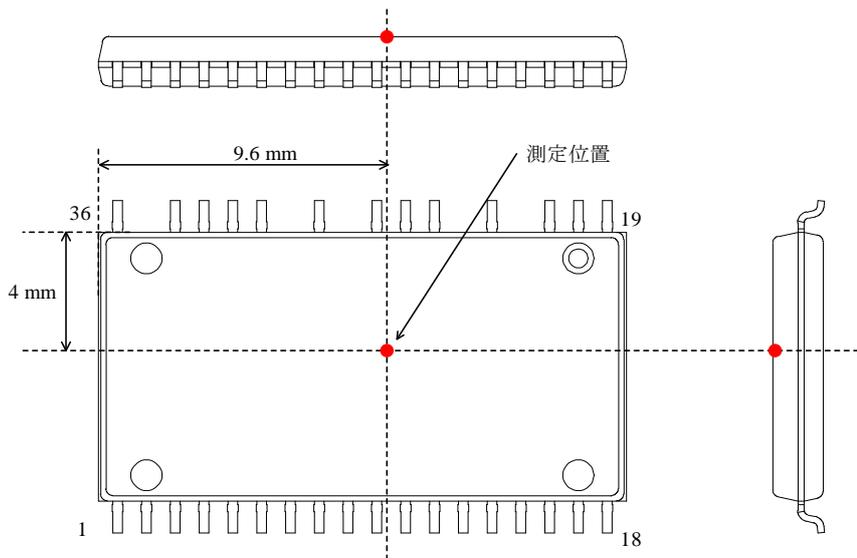

図 3-3 ケース温度測定位置
(1) ケース温度は図 3-3 で規定
(2) CEM-3、厚さ 1.6 mm、銅箔厚 35  $\mu\text{m}$  の基板に実装し、モールドなし、自然空冷の場合